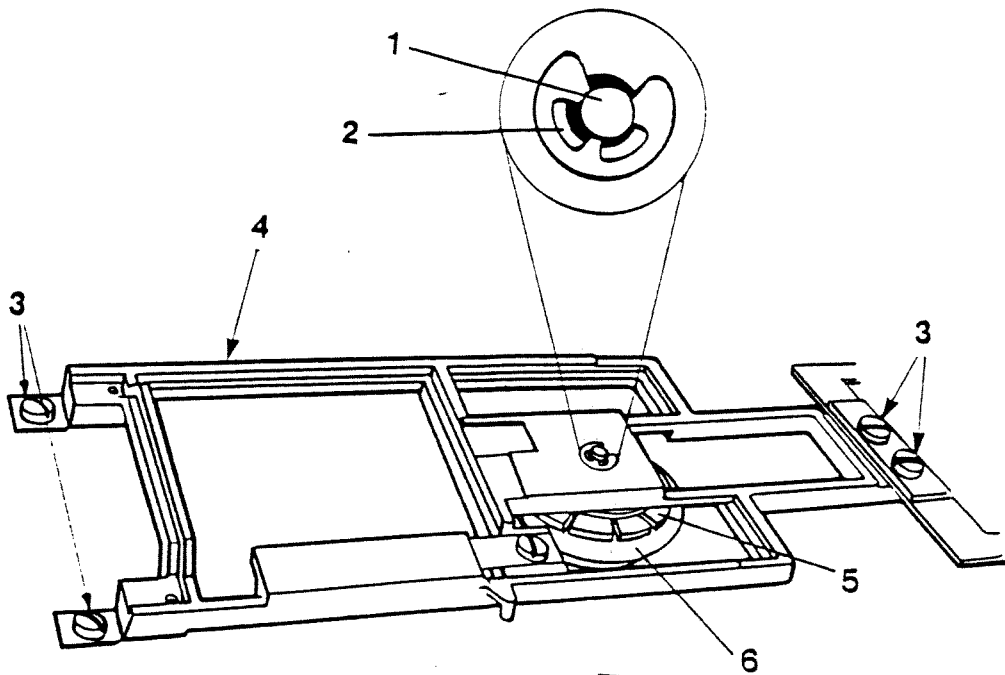

ABBILDUNG 4
1. Zentrieren Sie das Disketten-Justagewerkzeug und beobachten Sie den Andruckkegel (Abbildung 4,#5).
5. Um den Andruckkegel einzustellen, schauen Sie direkt auf die Achse des Andruckkegels hinunter (Abbildung 4, #1) und schließen die Klappe. Sehen Sie nach, ob die Achse zentriert ist.
7. Lockern Sie die vier Schrauben - zwei auf der Rückseite des Bügels und die zwei, mit denen der Bügel an der Klappe befestigt ist (Abbildung 4,#3).
8. Schließen Sie die Klappe; achten Sie dabei darauf, daß der Andruckkegel (Abbildung 4, #5) in der Fassung sitzt (Abbildung 4,#6).
9. Schauen Sie direkt auf die Achse des Andruckkegels hinunter und schieben Sie den Bügel hin und her, bis die Achse genau in der Mitte des Lochs sitzt (Abbildung 4,#2).